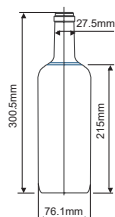
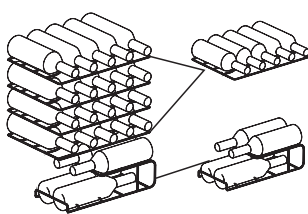
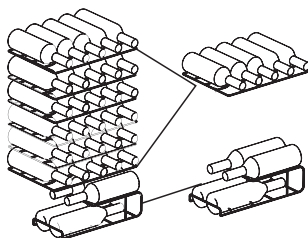

Fig. 1
Fig. 2
Fig. 3
- Kapaciteti i ruajtjes së shisheve në kabinetin e verës (MDRW111FGG tregohet në Fig. 2, MDRW150FGG tregohet në Fig. 3) është i bazuar në madhësinë e mëposhtme të shënuar të shisheve (Fig. 1). Shishet e mëdha mund të ndikojnë në hapësirën dhe numrin e shisheve për ruajtje në dollapin e verës.
- Për modelin MDRW111FGG: Vëllimi maksimal i rekomanduar i shisheve është 24 shishe, si në FIG. 2
- Për modelin MDRW150FGG: Vëllimi maksimal i rekomanduar i shisheve është 34 shishe, si në FIG. 3